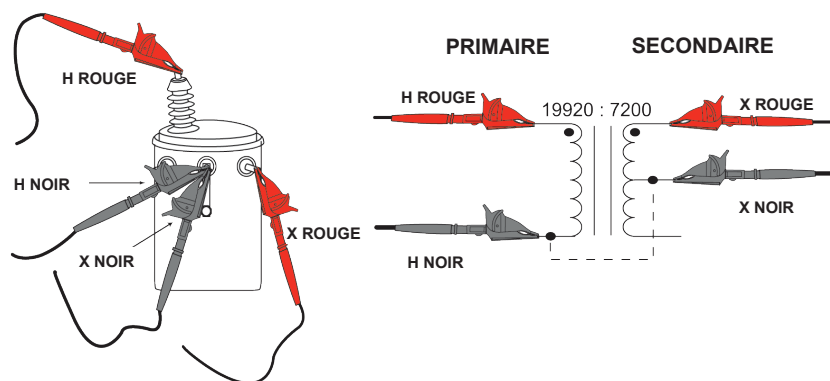

Figure 101
- Connectez les câbles primaire (H) et secondaire (X) aux connecteurs appropriés du DTR® 8511 et du transformateur testé (voir figures 101 et 102).